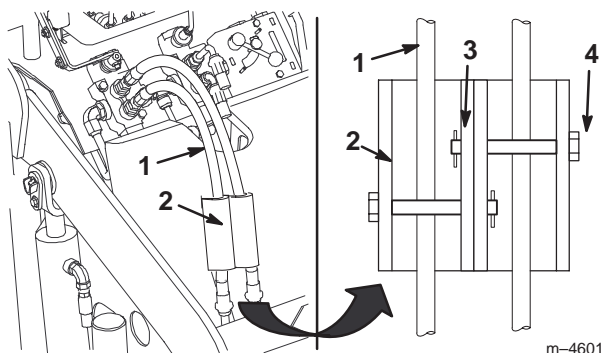

Figure 18
7. Montez les dispositifs de verrouillage sur les flexibles hydrauliques et fixez-les en position à l'aide des axes de chape et des goupilles fendues (Fig. 18).